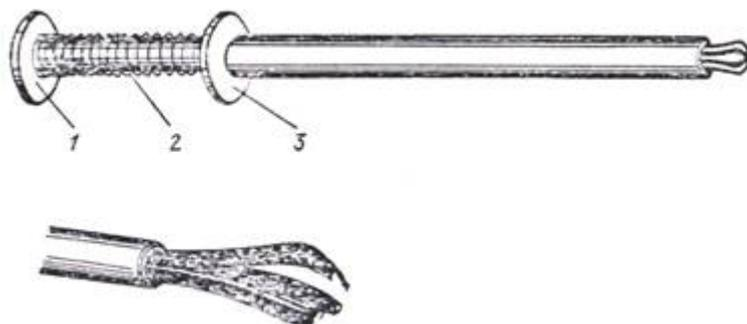

Рис. 12. Цанговый зажим:
1.17. Цанговый зажим бывает необходим в любительской практике, когда нужно удержать какую-либо деталь в труднодоступном месте. Зажим представляет собой две тонкостенные металлические трубки, вставленные одна в другую (рис. 12). Диаметр и длину трубок выбирают в соответствии с назначением изготавливаемого зажима. Внутренняя трубка должна быть из упругого (пружинящего) металла и легко перемещаться в наружной.